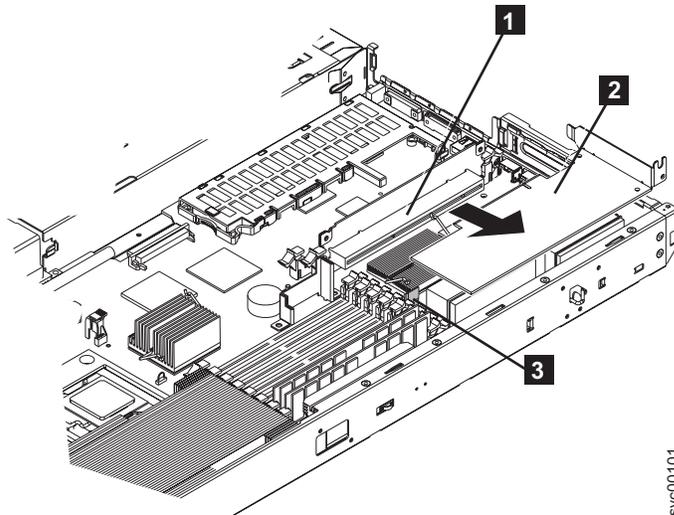

図 143. SAN ボリューム・コントローラー 2145-8F2 ライザー・カードおよびロー・プロファイル・アダプター
- b. 図 143に示すように、カードの青色のアダプター・サポートを押さえ、ライザー・カード・アセンブリーの、エッジ・コネクタから引き出します。